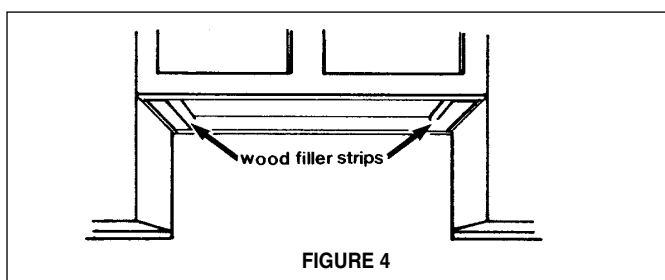

FIGURE 4
3. Si le bas de l'armoire est en retrait, il faut installer des montants en bois afin d'assurer un alignement approprié avec le bas de l'armoire. Ces montants en bois doivent être égaux ou en retrait de $1/16$ à $1/8$ po avec le bas de l'armoire, tel qu'il est illustré à la **FIGURE 4**.